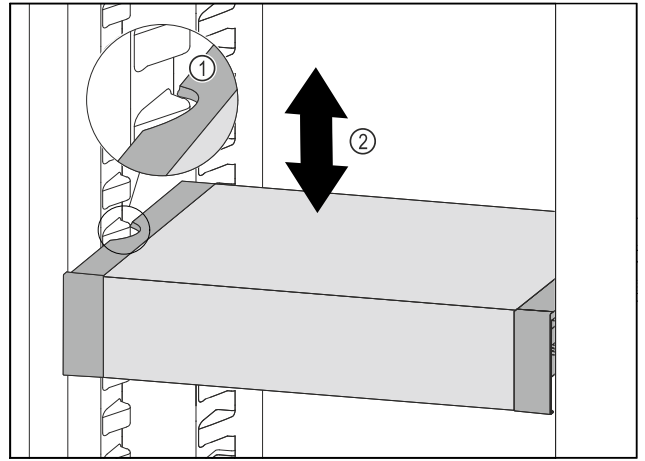

Fig. 75
- ▶ Tirer le VarioSafe vers l'avant jusqu'à ce que les encoches latérales du VarioSafe soient à la hauteur de la nervure du bac dans la partie réfrigérateur. Fig. 75 (1)
- ▶ Déplacer le VarioSafe vers le haut ou vers le bas dans la partie réfrigérateur jusqu'à ce que la hauteur souhaitée soit atteinte. Fig. 75 (2)